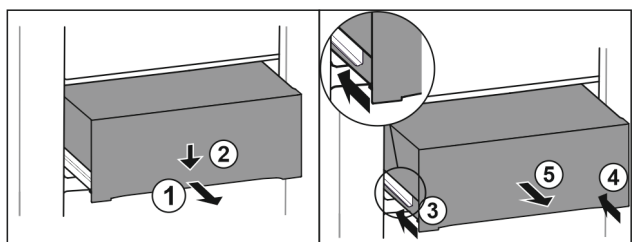

Fig. 193
- Tërhiqni jashtë sirtarin deri në gjysmë. Fig. 193 (1)
- Shtypni për poshtë sirtarin në pjesën përpara. Fig. 193 (2)
- Shtyni brenda shinën e majtë rreth 2 cm. Fig. 193 (3)
- Shtyni brenda shinën e djathtë rreth 2 cm. Fig. 193 (4)
- Hiqeni sirtarin nga përpara. Fig. 193 (5)